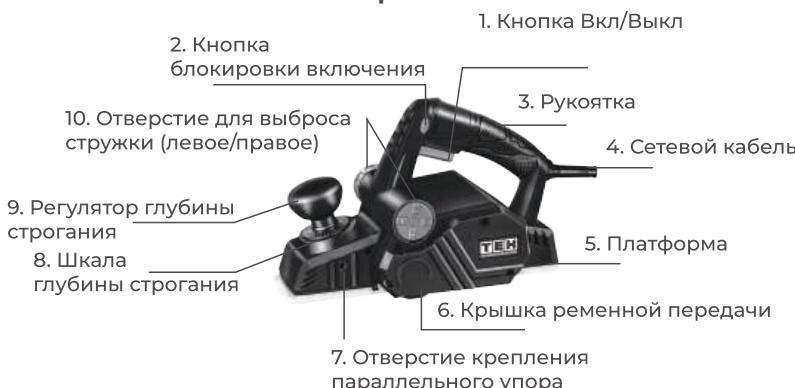

РИС. 1
- установите регулятор глубины строгания рис. 1 (9) в положение «0».
Регулярно проверяйте состояние приводного ремня. Для этого снимите крышку (Рис.1 (6)) и осмотрите ремень на его натяжение, чистоту поверхности и видимые механические повреждения (продольные и поперечные порезы, расслоение, разделение на пряди). При необходимости замените, оттягивая ремень от корпуса возле одного из шкивов, проверните шкивы до полного схода ремня с них. Установите новый ремень в обратной последовательности.